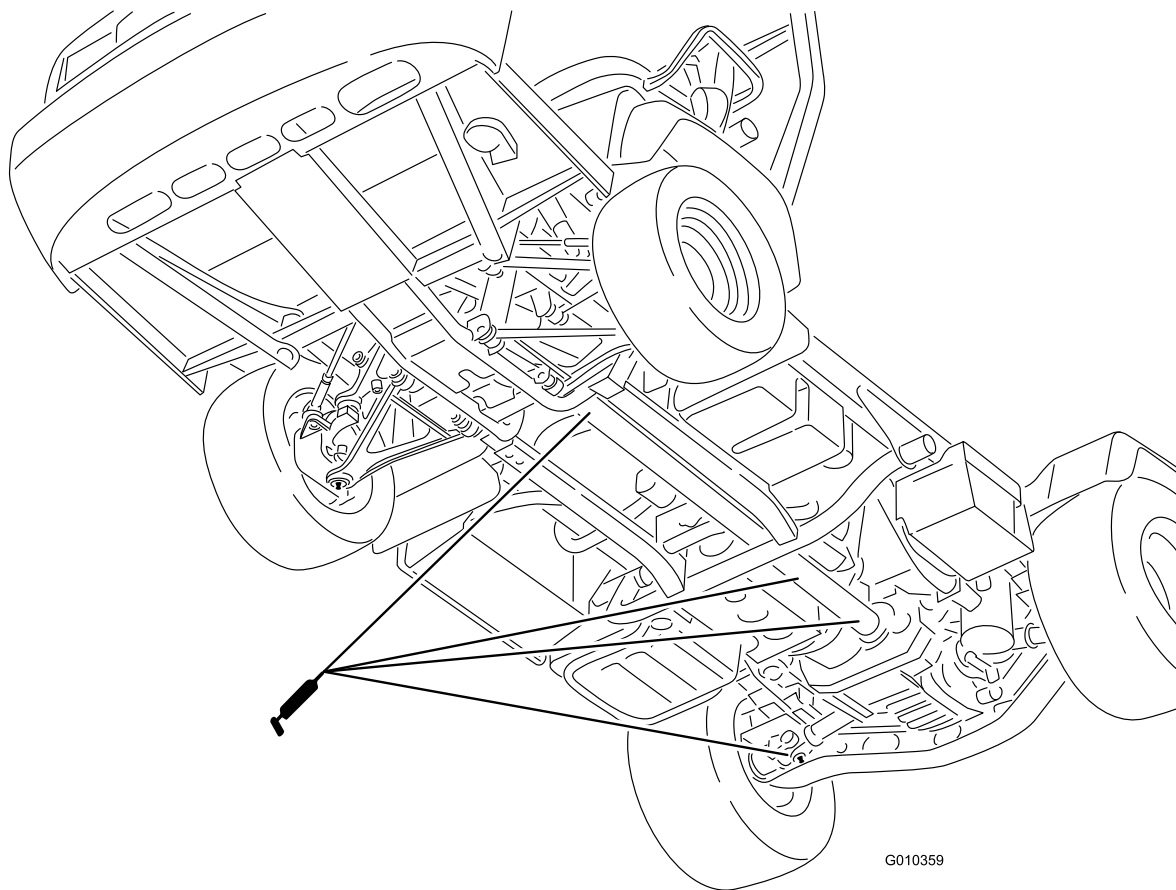

Figura 32
- **Cuplaj universal (18);** consultați Figura 32
- **Arbore de transmisie 4WD (3);** consultați Figura 32